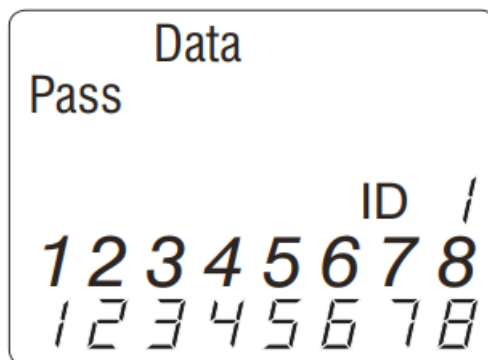

Рисунок 8. Режим тестирование кабеля передачи данных.
3. Однократное тестирование: Для запуска однократного теста нажмите кнопку тестирования кабеля передачи данных (Data). На жидкокристаллическом дисплее появится следующий экран (смотрите рисунок 8):